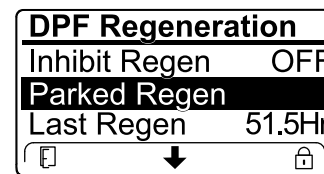

Figura 56
- Si el ordenador del motor solicita una regeneración de recuperación o si está procesando una regeneración de recuperación y se desplaza hasta la opción PARKED REGEN (Regeneración con la máquina aparcada), la regeneración con la máquina aparcada se bloquea y aparece el icono del candado (Figura 56) en la esquina inferior derecha del InfoCenter.